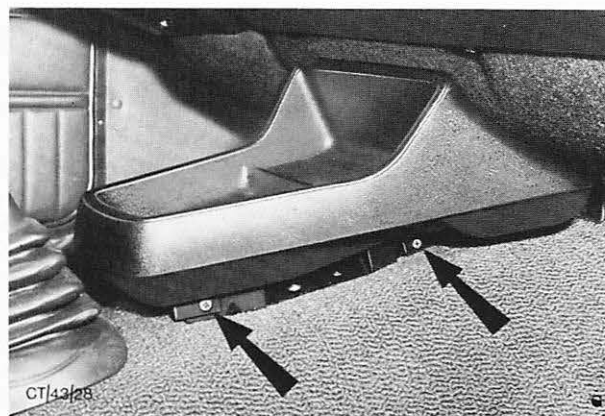

Abb. 60 Lage der Befestigungsschrauben – Ablage (eine Seite gezeigt)
1. Schrauben (4 Stück) entfernen und Ablage vom Gelenkwellentunnel abbauen, Abb. 60.